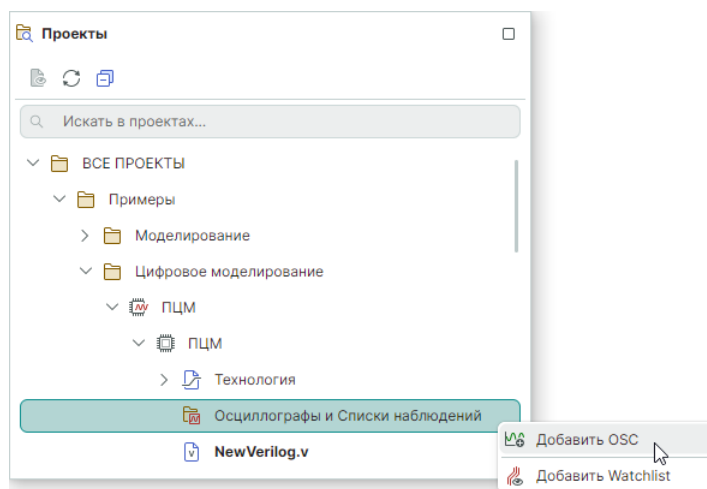

Рис. 38 Добавление осциллографа
3. Выберите пункт «Добавить OSC», см. Рис. 38.